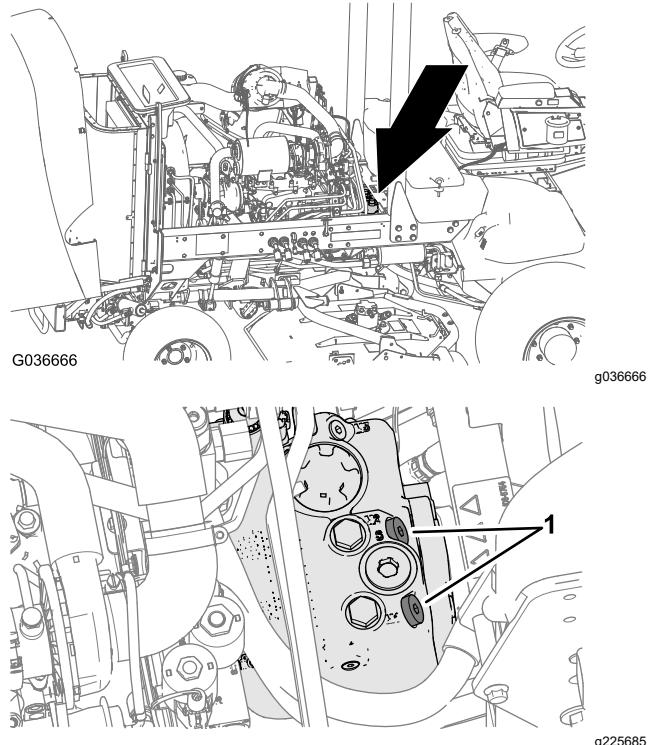

Figure 74
1. Ouvrez le capot et localisez les clapets de décharge (Figure 74) au sommet de la pompe, derrière la batterie/les bacs de rangements.